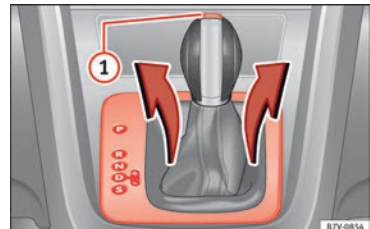

Bild 49 Ta bort fodret vid växelindikatorn
- Dra upp skyddet runt dammskyddet på växelväljarspaken » **bild 49**.
- Tryck på låsknappen » **bild 49**  på växelväljarspakens knapp och ställ väljarspaken i **N**-läget.